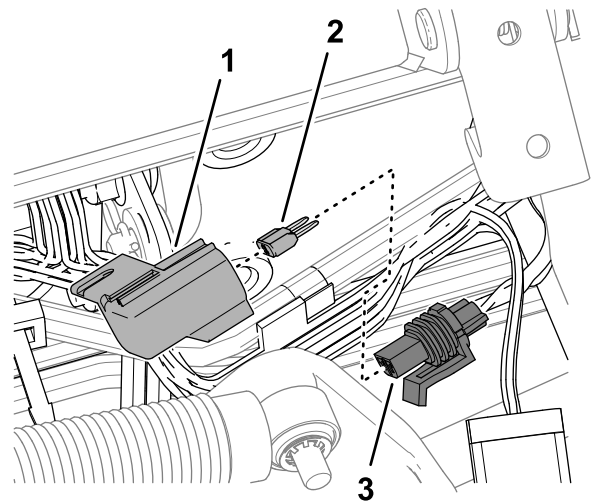

Bild 105
3. Entfernen Sie die Kappe des Leistungssicherungshalter mit der Aufschrift 10 A FUSE TELEMATIK PWR (Bild 105).